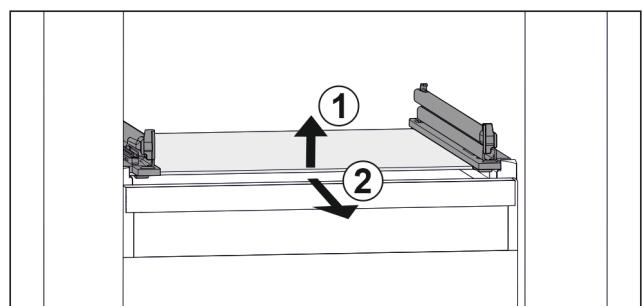

Fig. 36 Simbolična slika steklene plošče
- Stekleno ploščo dvignite v smeri naprej. Fig. 36 (1)
- Stekleno ploščo odstranite v smeri naprej. Fig. 36 (2)